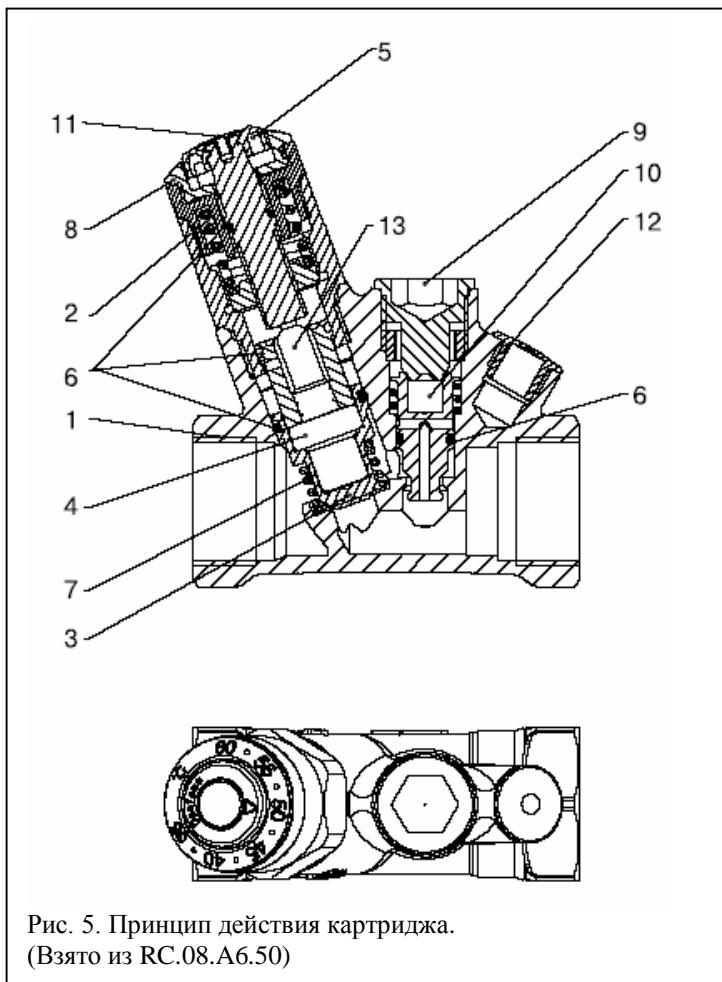

Рис. 5. Принцип действия картриджа.
Термоэлемент (4) (рис. 5) при изменении температуры воды воздействует на конус клапана (3).